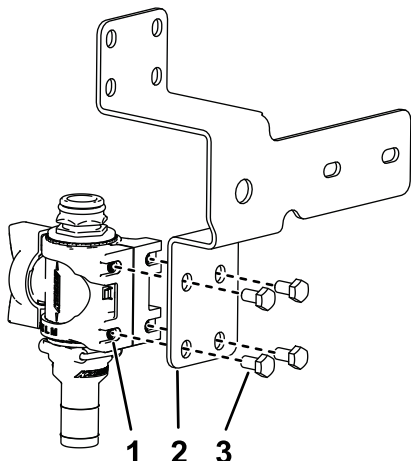

図 28
7. フランジヘッドボルト (M6 x 12 mm) 4本を使って、バルブマウントを付属のコントロールバルブブラケット (図 28) に取り付け、ボルトを1012 N・m (1.1 1.3kgm) のトルクで締める。